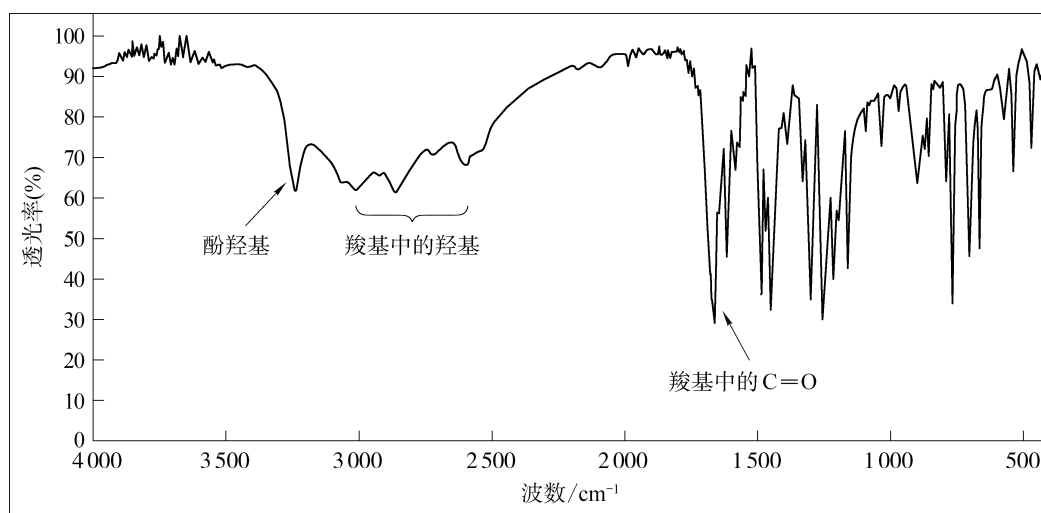
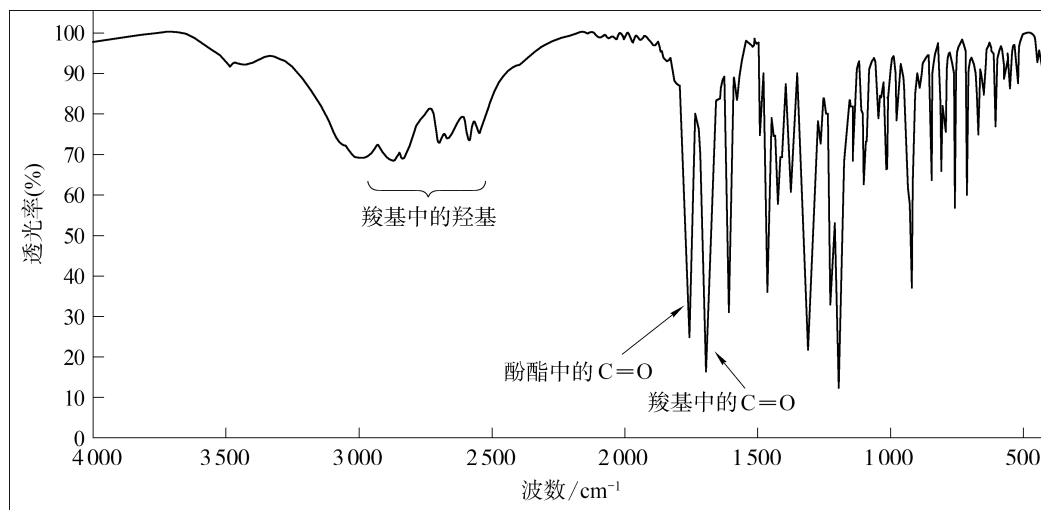
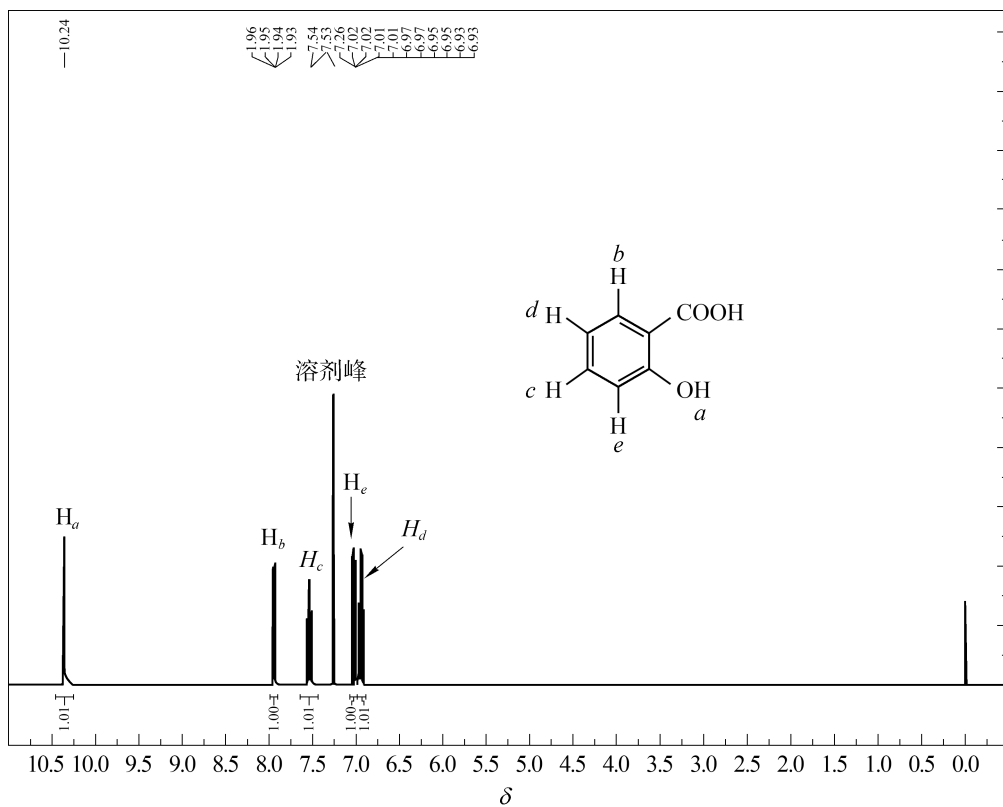
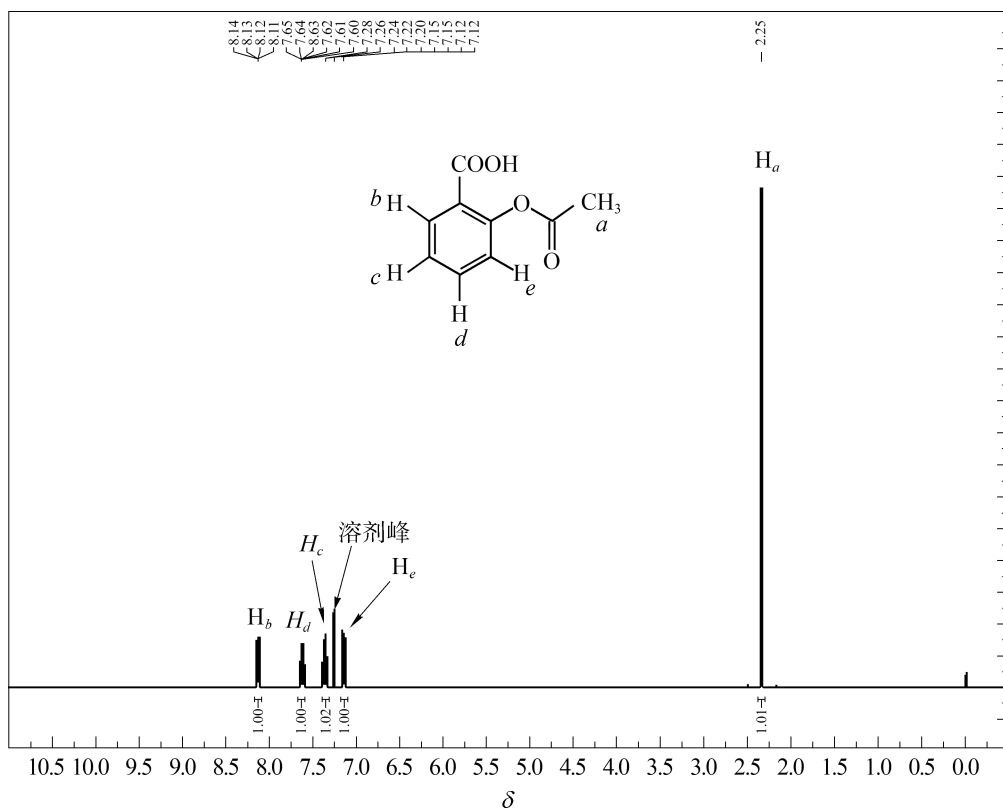

图 17.3 水杨酸的红外光谱图
图 17.4 阿司匹林的红外光谱图
图 17.5 水杨酸的核磁共振氢谱图
图 17.6 阿司匹林的核磁共振氢谱图
分别取 5 mg 水杨酸和阿司匹林纯品进行红外光谱和¹H 核磁共振波谱的测试,结合谱图(图 17.3、图 17.4、图 17.5、图 17.6),对产物的分子结构进行解析。
3. 查阅资料，解释水杨酸和阿司匹林的核磁共振氢谱图（图 17.5、图 17.6）中，为何没有出现羧基氢（—COOH）的化学位移值？